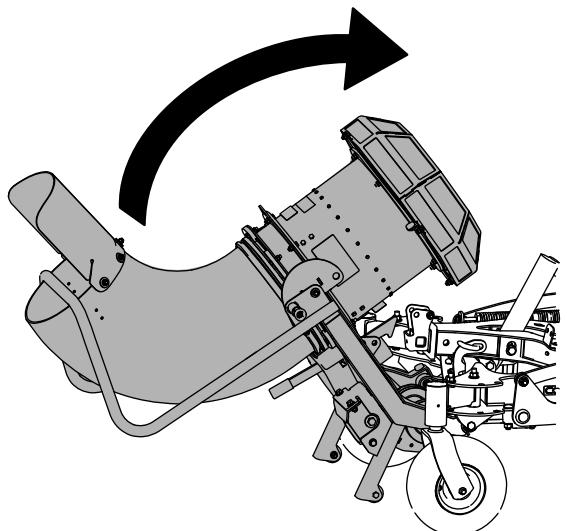
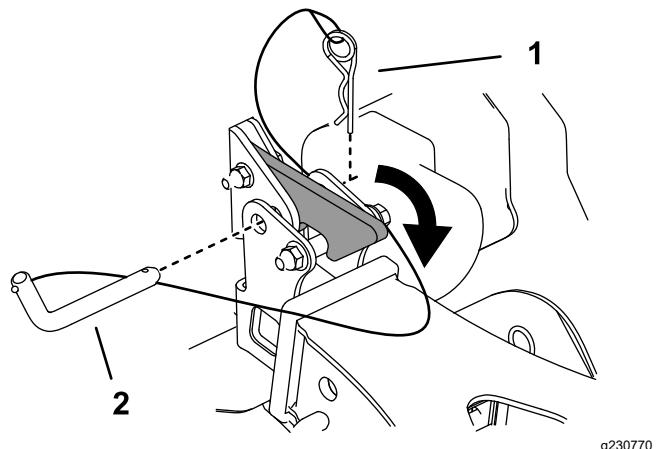

Figure 28
Figure 29
- Levez la souffleuse jusqu'à ce qu'elle s'enclenche sur le récepteur d'attelage (Figure 28 et Figure 29).
- Fixez-la sur le récepteur d'attelage avec la goupille d'attelage et la goupille fendue attachées au récepteur (Figure 29).